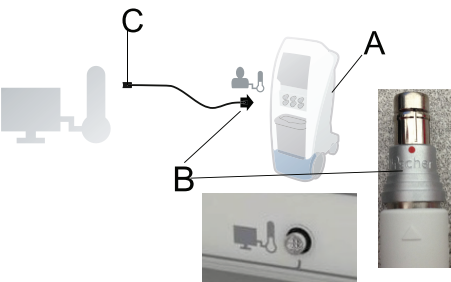

图 16 –
- 将**可重复使用患者体温电缆** (B) 上的红点与控制仪 (A) 外部装置端口对齐（图 16）。